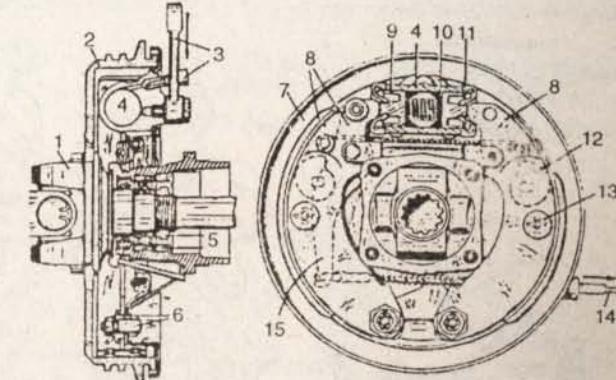

Fig. 6-8.— Plato y tambor de freno delantero
En los cuatro platos se montan los cilindros de frenos (Figs. 6-8 y 6-9), con dos pistones y tazas de ajuste interiores, separados por un resorte de espiral. Se montan también dos zapatas (8) con forros de balata, que se mantienen cerradas por la acción del resorte que las une, tocando en las excéntricas de regulación (12).
Regulación: Mantener el auto sin freno de mano, el cambio en neutro y las ruedas acuñadas. Levantar una rueda delantera y girarla a mano, para comprobar que no está frenada y que sus rodamientos están buenos. Con una llave adecuada, girar por atrás el perno-eje que mueve la excéntrica (12) (Fig. 6-8) en el sentido de la flecha, hasta que acerque tanto la zapata al tambor que lo mantenga frenado. Volver atrás la excéntrica lo mínimo posible, hasta que la rueda se pueda girar fácilmente. Repetir esta operación con la otra excéntrica, girándola en sentido inverso, como lo indica su flecha respectiva.